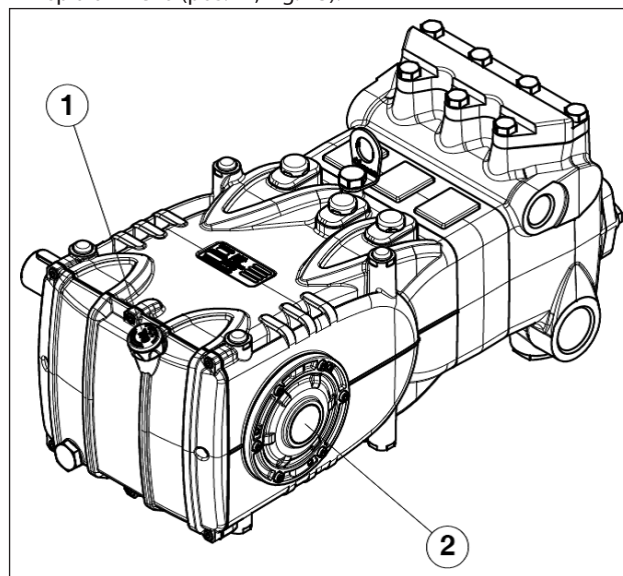

Fig. 13
- L'olio nel carter pompa sia a livello verificandolo con l'apposita asta (pos. ①, Fig. 13) ed eccezionalmente con la spia di livello (pos. ②, Fig. 13).